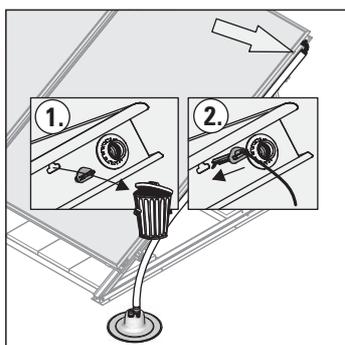

Fig. 3-40 Paso de trabajo 1/2 -
1. Retirar las tapas de los sensores (fig. 3-40).
2. Insertar el sensor de temperatura del colector en el colector plano hasta el tope (véase fig. 3-40). El sensor debe estar apretado sobre la chapa del absorbedor.